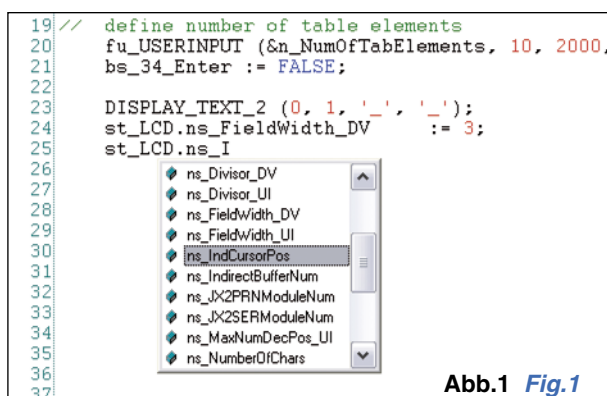

Abb.1 Fig.1
Zu den IntelliSense-Optionen zählt die Vervollständigung von Anweisungen, eine Technik, die den raschen Zugriff auf gültige Bezeichner, Befehle, Funktionen, Variablen etc. über eine Elementliste gestattet (siehe Abb. 1).
*IntelliSense helps you complete programming syntax while you type code by displaying valid labels, instructions, functions, variables, etc. from an element list (see Fig. 1).*